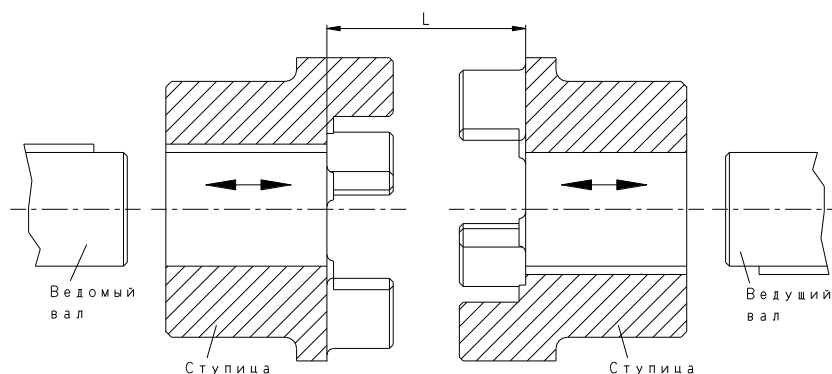

Рис. 10: Мотаж ступиц
- Установите ступицы/фланцы на валах ведущей и ведомой стороны (см. рис. 10).